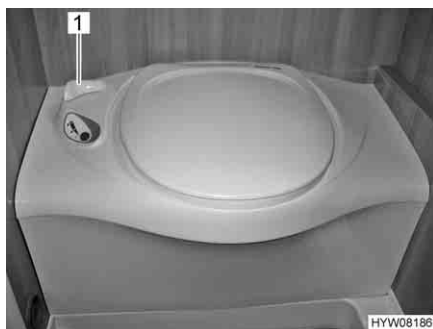

Bild 247 Thetford-Toilette
- Vor dem Spülen den Schieber der Thetford-Toilette öffnen. Dazu den Schieberhebel (Bild 247, 1) entgegen dem Uhrzeigersinn drehen.
- Nach dem Spülen den Schieber schließen. Dazu den Schieberhebel (Bild 247, 1) im Uhrzeigersinn drehen.